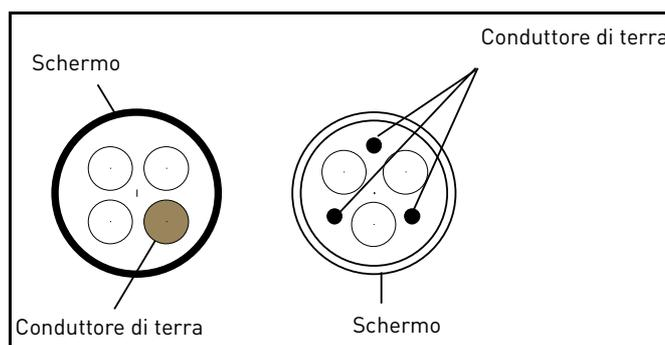

Figura 18. Esempio con cavo trifase.
- 2 = Cavo di alimentazione simmetrico dotato di filo protettivo concentrico e adatto alla specifica tensione di rete (consigliato un cavo di tipo MCMK o simile). Si veda la Figura 18.
- 3 = Cavo di alimentazione simmetrico dotato di schermo compatto a bassa impedenza e adatto alla specifica tensione di rete [consigliato un cavo di tipo MCCMK, EMCMK o simile; consigliato un cavo con impedenza di trasferimento (1...30 MHz) di massimo 100 mohm/m]. Si veda la Figura 18.